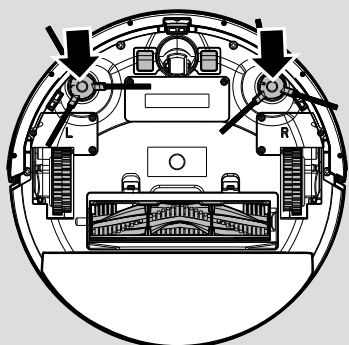

Fig. 3
7. Pressione as duas escovas de limpeza de borda nos suportes até que se encaixem no lugar. Prestar atenção à designação L e R no dispositivo, bem como às escovas. **[Fig. 3]**